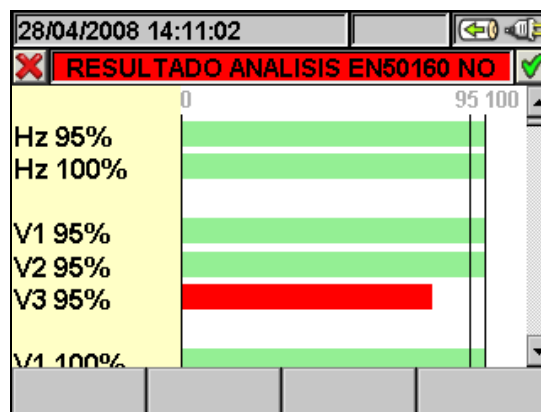

Fig. 130: Histograma del Análisis EN50160
- La tecla **F2** (o la función **GRAFICO** sobre el visualizador) accede a la página que muestra el histograma del parámetro en la tabla (Fig. 130).